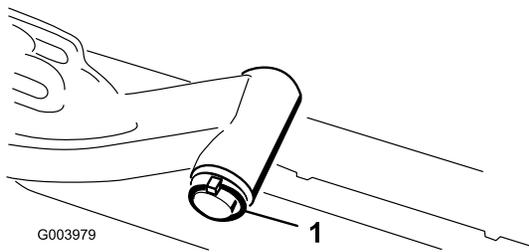

Bild 16
- A. Nehmen Sie den Klappstecker und die Scheibe ab, mit denen der Gelenkschaft des Hubarms am Hubarm befestigt ist. Schieben Sie die Gelenkwelle des Hubarms aus dem Hubarm (Bild 16).
- C. Setzen Sie den Hubarmschaft in den Hubarm ein und befestigen Sie ihn mit der Scheibe und dem Klappstecker (Bild 16).